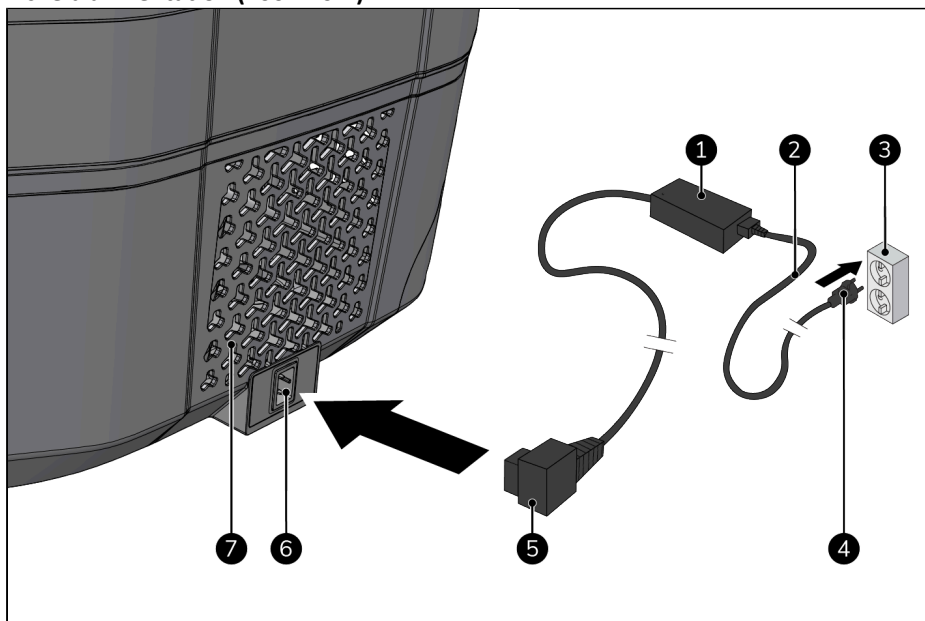

Figure 26.
2. Assurez-vous que les trois grilles de ventilation (Figure 26, pos. 7) disposent d'au moins 5 cm d'espace de ventilation.
3. Insérez le câble CA (Figure 26, pos. 2) dans l'adaptateur CA/CC (Figure 26, pos. 1).
4. Insérez la fiche de l'adaptateur CA/CC (Figure 26, pos. 5) dans l'alimentation électrique de l'appareil (Figure 26, pos. 6).
5. Insérez la fiche d'alimentation (Figure 26, pos. 4) dans une prise murale facilement accessible (Figure 26, pos. 3).